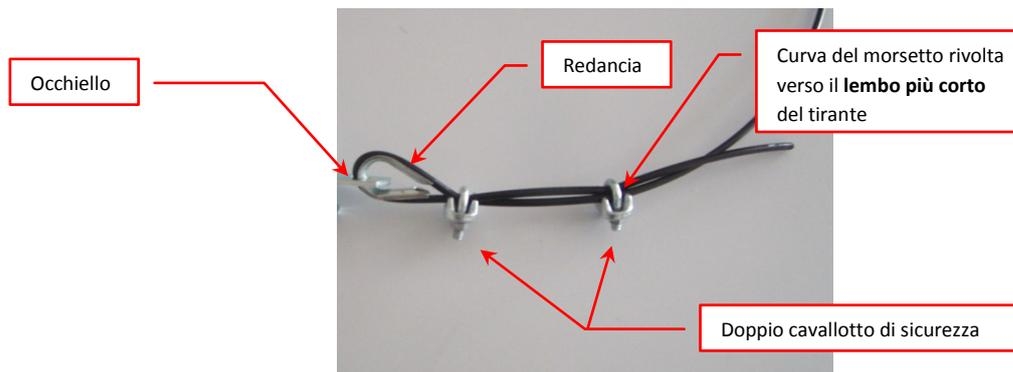

Figura 4
3. Infilare il tirante nell'occhiello per circa 30cm facendolo passare nella redancia come in Figura 4